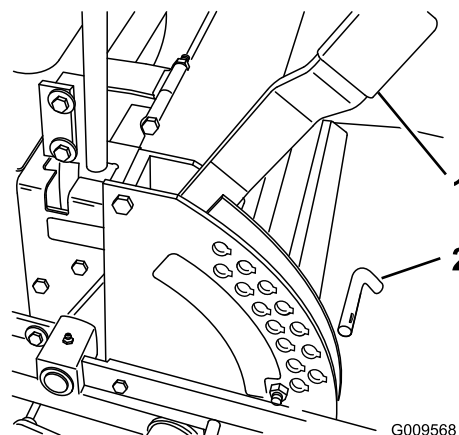

Figure 18
- Relevez le levier de sélection de hauteur de coupe en position de transport (qui correspond aussi à la hauteur de coupe de 127 mm [5"]) (Figure 18).
- Pour changer la hauteur de coupe, retirez l'axe du support de hauteur de coupe (Figure 18).
- Placez la goupille dans le trou du support correspondant à la hauteur de coupe voulue (Figure 18).